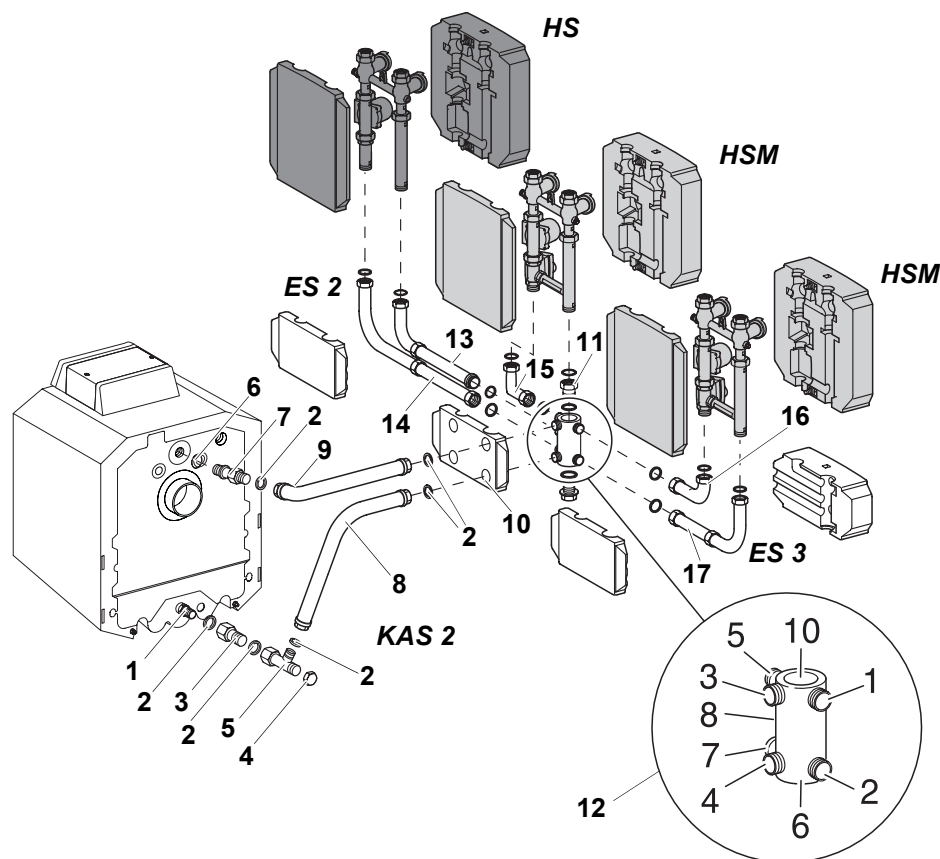

Рис. 10 Монтаж параллельно слева от котла
- Двойной ниппель (13) с кольцом прикрутить к штуцеру N 8 на гребенке (12).
- Смонтировать отвод с уплотнением (длинная сторона) (рис. 10).
- Уложить уплотнение в резьбовое соединение промежуточного участка (14) и привернуть промежуточный участок к штуцеру N 7 на гребенке.
- Смонтировать отвод с уплотнением (короткая сторона) (рис. 10).
- Привернуть комплект со смесителем (HSM) или без него (HS) в соответствии с рис. 10.
- Уложить уплотнение в уголок и привернуть к штуцеру N 1 на многофункциональной гребенке (12).